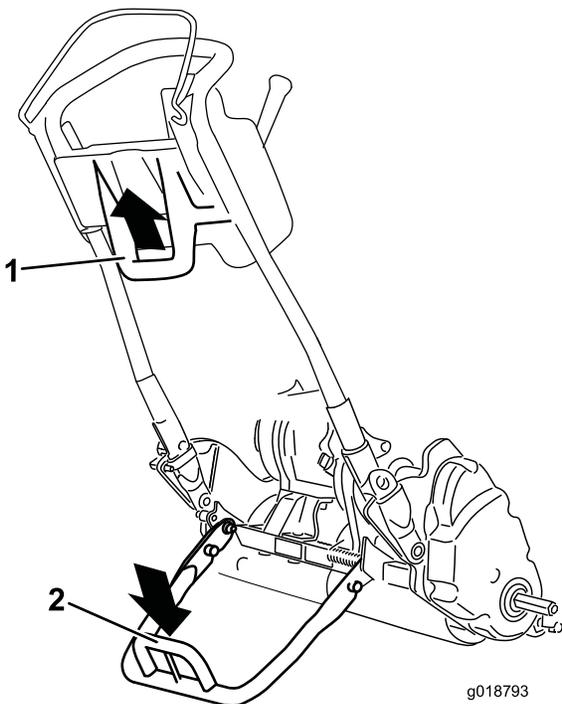

图21
- 要使用支撑架安装行走轮首先应将其放到地面上踩下支撑架环并向上向后拉中下部手柄图21。